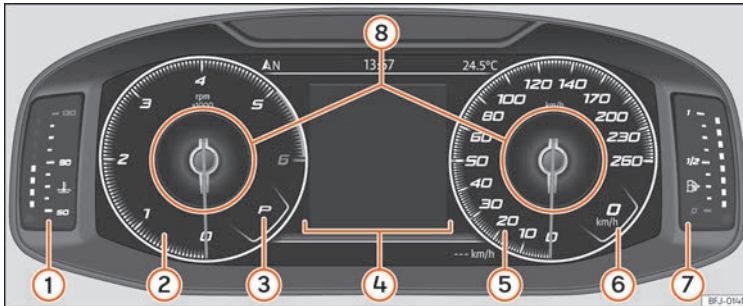

Abb. 118 SEAT Digital Cockpit in der Schalttafel (klassische Ansicht).
Die in der *Klassischen Ansicht* und in der Ansicht *Halbkreisförmige Instrumente* angezeigten Informationen können in den **Informationsprofilen** » **Abb. 118** ⑧ personalisiert werden.
Die Zeiger der Umdrehungen pro Minute und der Geschwindigkeitsmesser werden über die gesamte Länge angezeigt »» **Abb. 118**.